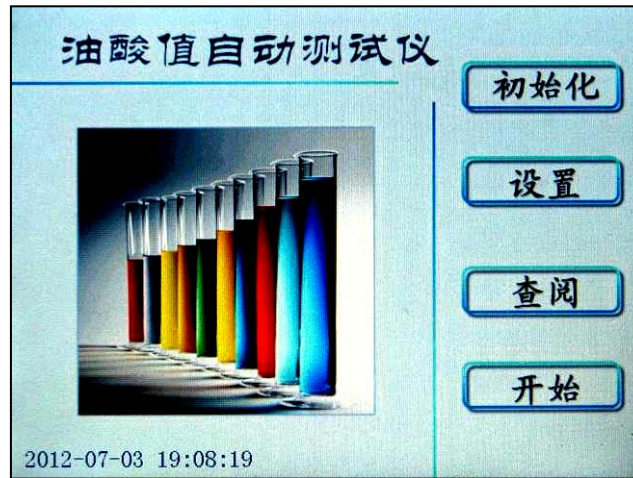
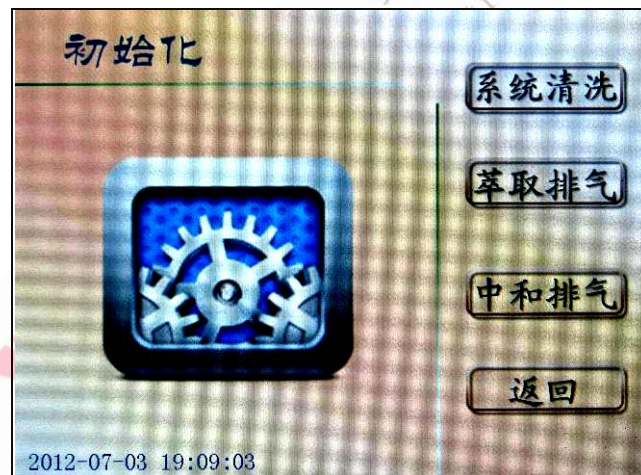
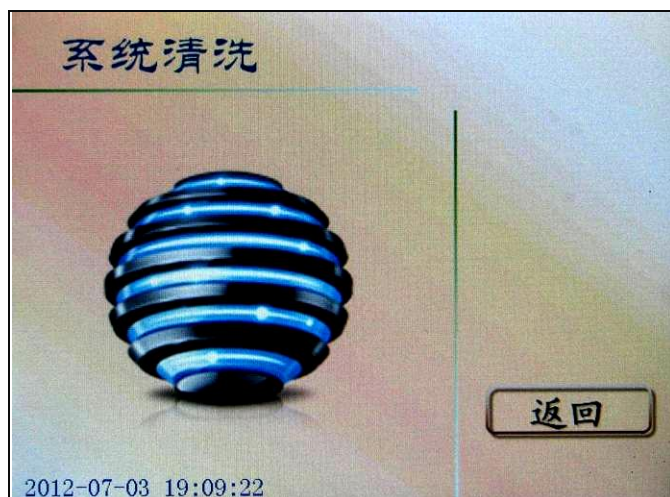

图 4 开机页面
图 5 初始化页面
图 6 系统清洗页面
1. 插接电源线，打开电源开关，液晶屏显示开机页面（图 4）
2. 在图 4 所示页面下，按 **初始化** 键进入下一级页面（图 5）；
3. 在图 5 所示页面下，打开油样测定暗室盖，用手轻轻拨动油杯盘，使废液杯位孔偏离滴定位置。取一只油杯放入废液杯位孔内，按 **系统清洗** 键系统将自动进行萃取和中和管路的清洗，废液杯将承接清洗废液。系统清洗页面如图 6 所示。
4. 系统清洗完成后按 **返回** 键回到初始化页面 (图 5)。在图 5 所示页面上, 按 **萃取排气** 键, 同时打开油样测定暗室盖, 观察排气状况, 直至无肉眼可见气泡排出为止, 按 **返回** 键回到初始化页面 (图 5)。同样的步骤进行中和排气操作。如仪器隔天不用, 需要安操作排气。
5. 初始化操作完成后，在图 5 所示初始化页面上按 **返回** 键回到开机页面，按 **设置** 键进入设置页面（图 9）。
8. 在正式样品测定前，应将洁净的样品油杯水平放置在相应的杯位孔内，在每个测定油杯中准确平行注入待测样品油 10.0mL，并加入一只搅拌磁棒，盖上样品测定暗室盖。在开机页面（图 4）按 **开始** 键进行测定，同时显示屏显示测试页面，屏幕在不同测试阶段分别显示“X 号杯测试中，请稍后.....”、“正在滴定”，测定完成
9. 测定完成后, 本机自动保存 35 组数据。操作人员如果想查阅, 请按返回键进入开机页面 (图 4), 点击查阅键进入查阅页面 (图 14), 点击上一页或下一页键可查看编号 01~35 号组数据, 点击打印键可以通过打印机输出所需数据。提示: 每次测试前必须按照实际杯位设定仪器相应杯位。